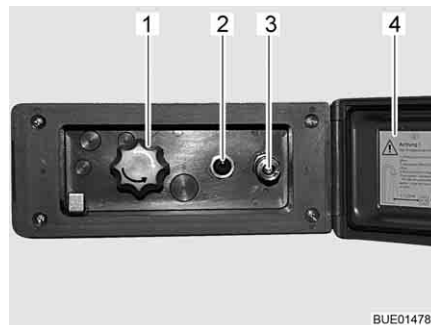

Fig. 107 Branchement de la douche extérieure
- Déverrouiller et ouvrir le couvercle (Fig. 107,4).
- Brancher le flexible de la douche extérieure sur la fermeture rapide (Fig. 107,3).
- Allumer la pompe à eau avec le commutateur (Fig. 107,2).
- Régler la température de l'eau selon ses désirs avec le bouton rotatif (Fig. 107,1).
- Éteindre la pompe à eau avec le commutateur (Fig. 107,2).
- Fermer le couvercle (Fig. 107,4) et verrouiller avec la clé.
- Placer le bouton rotatif (Fig. 107,1) sur la position intermédiaire.